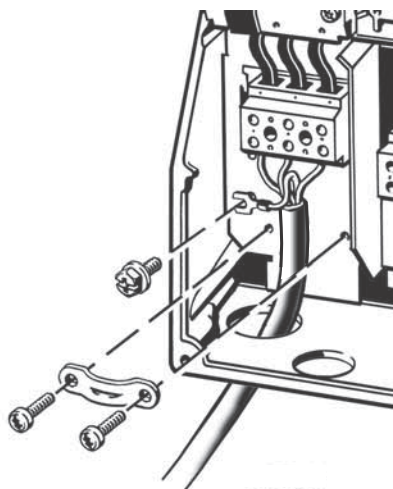

Fig. 14 Branchements secteur, B1 et B2
1. Brancher le conducteur de terre à la borne 95 (PE). Voir fig. 14.